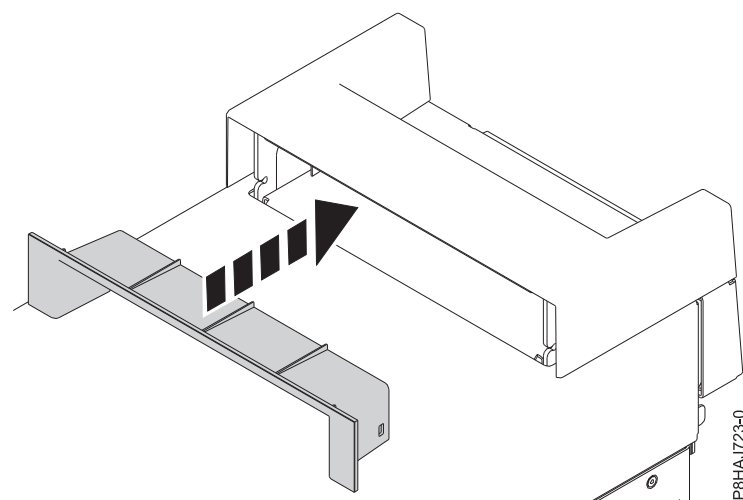

Figura 67. Inserción de la pieza en la tapa de asa en un sistema 8286-41A autónomo
2. Inserte la pieza en la tapa de asa presionándola con firmeza, tal como se muestra en la Figura 67.